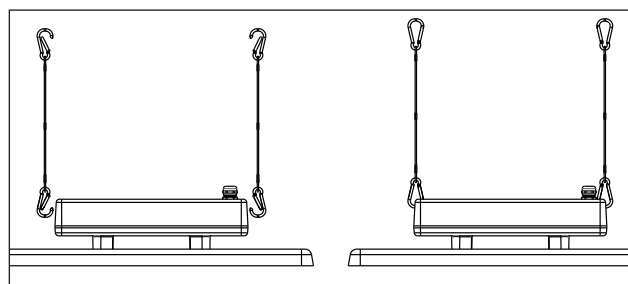

Abb. 9
2. Befestigen Sie die Seile an den Klemmen der Vorrichtung (Abb. 9).